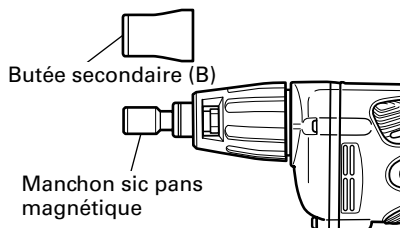

Fig. 7
**1. Démontage du manchon six pans (Fig. 7)**